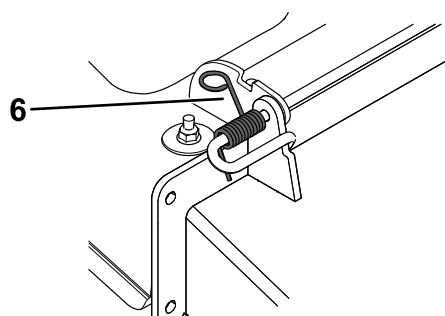

Figura 77
1. Togliete la coppiglia dall'estremità dell'asta (Figura 77).
2. Sganciate la molla dalla tacca presente sulla staffa del deflettore e fate scorrere l'asta per estrarla dalle staffe saldate al piatto di taglio, dalla molla e dal deflettore di scarico (Figura 77).
9. Montate la coppiglia sull'estremità dell'asta (Figura 77).